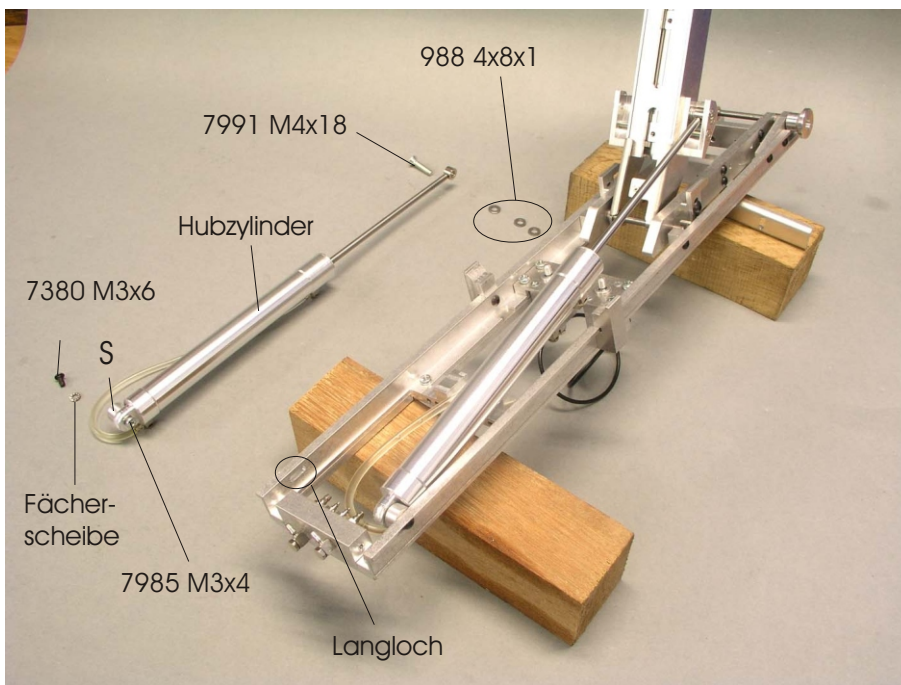

Bild 20
Bild 20 zeigt den Einbau der Hubzylinder. Der Zylinder wird ausgezogen und das Auge mit der Schraube Din 7991 M4x18 und je 3 U-Scheiben Din 988 4x8x1 befestigt. Die Scheiben gehören jeweils nach innen zum Teleskop. (Zylinderauge nicht klemmen) Am Fuß befestigen sie bitte den Halter (S) mit einer Schraube Din 7985 M3x4. Nun fädeln Sie die Fächerscheibe auf die Schraube ISO 7380 M3x6 und stecken sie von außen durch das Langloch. Von innen führen Sie bitte den Zylinder mit Halter zur Schraube und setzen sie an. Nur ganz locker festziehen! Siehe auch Bild 20 + 21